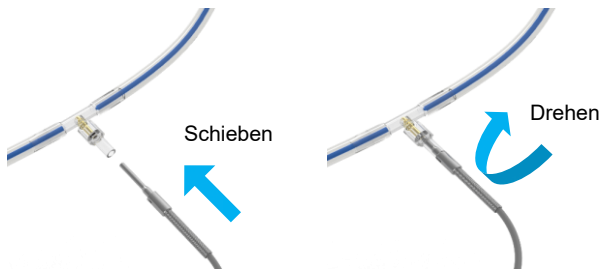

Abbildung 14 Anschluss des Temperatursensors an das Perfusionsset
- Schließen Sie den T2-Sensor an die Perfusionsleitung an (Abbildung 14); er befindet sich am Ausgang des Behälters für die Niere.